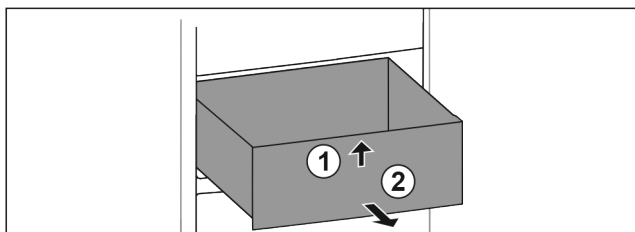

Fig. 11
- ▶ Vpředu nadzvedněte Fig. 11 (1).
- ▶ Odeberte směrem dopředu Fig. 11 (2).